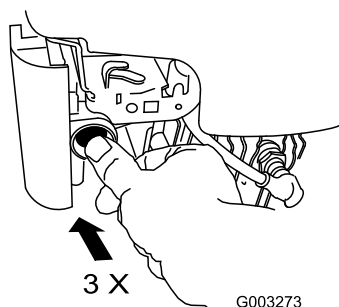

Figura 23
1. Con il pollice, spingete tre volte lo starter con forza, lasciandolo inserito ogni volta per un secondo prima di rilasciarlo (Figura 23).